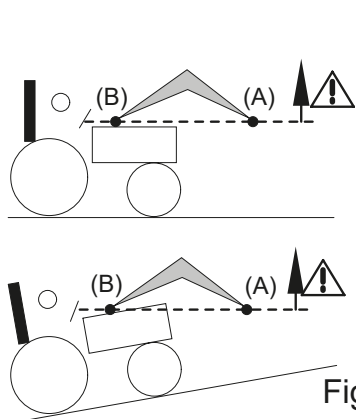
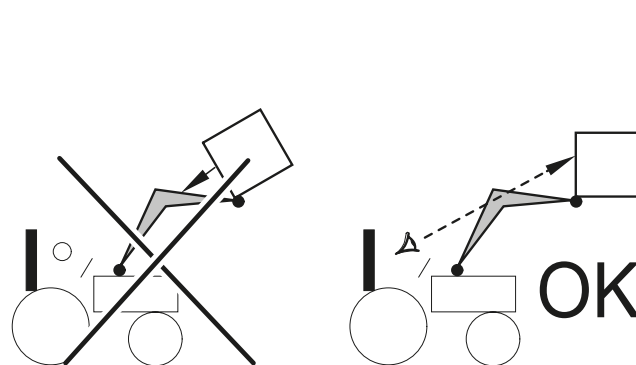

Fig. 2
Fig. 3
- При подъеме и перемещении груза необходимо следить за грузом с момента, когда шарнир навесного оборудования (А) пересек горизонтальную линию, проходящую через шарнир погрузчика (В) [рис. 2]. При необходимости исправить положение навесного оборудования так, чтобы груз не был направлен в сторону водителя [рис. 3].
⚠ ОПАСНОСТЬ: Если груз не зафиксирован должным образом, существует опасность падения груза, когда шарнир навесного оборудования (А) выходит за пределы горизонтали шарнира погрузчика (В) [см. рис. 2].
⚠ ОПАСНОСТЬ: Запрещается углублять погрузчик, если шарнир навесного оборудования (А) выходит за пределы горизонтали шарнира погрузчика (В) [см. рис. 2].